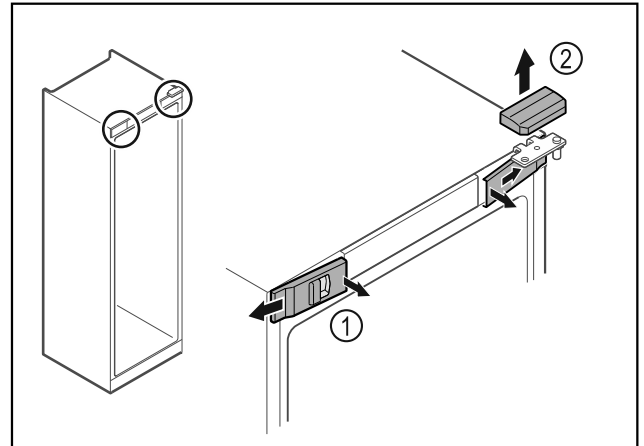

Fig. 12
- ▶ Desencajar las cubiertas delanteras Fig. 12 (1) del interior y dejarlas a un lado.
- ▶ Retirar hacia arriba la cubierta superior Fig. 12 (2).